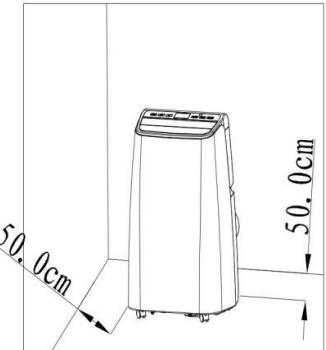

Abb. 4
- Stellen Sie das Gerät mit montiertem Abluftschlauch in die Nähe vom Fenster. Beachten Sie dabei den Mindestabstand von 50 cm zwischen dem Gerät und den angrenzenden Wänden oder Gegenständen (Abb. 4).